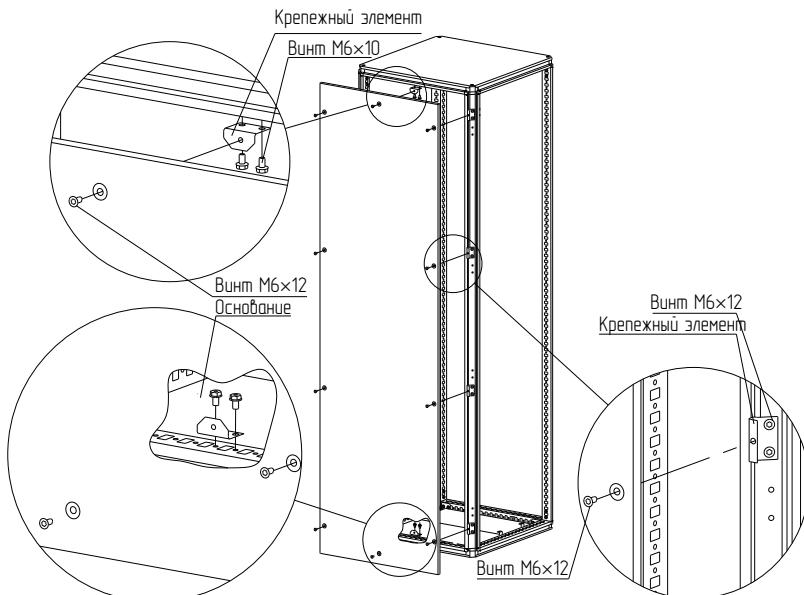

Рисунок 4
4.2.2 Закрепите восемь крепежных элементов на стойках каркаса (Рисунок 4).
4.2.4 Подвесьте панель заднюю на кромке каркаса, используя кронштейны, закреплённые на внутренней поверхности панели задней, и вкрутите винты M6x12 в крепёжные элементы (рисунок 4).
4.12.2 Закрепите восемь крепежных элементов на стойках каркаса (Рисунок 4). Для крепления использовать винты M6×12. Момент затяжки – 7 Н·м.